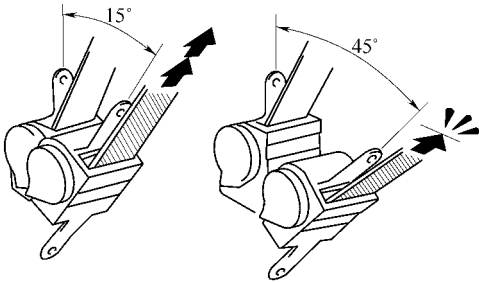

图 17-124 检查安全带在倾斜 15°或小于 15°时应能被拉出
(2) 静态试验。拆下锁紧式伸缩装置部件，慢慢地倾斜伸缩装置，检查安全带在倾斜 15°或小于 15°时应能被拉出，而在大于 45°时不能被拉出，如图 17-124 所示。